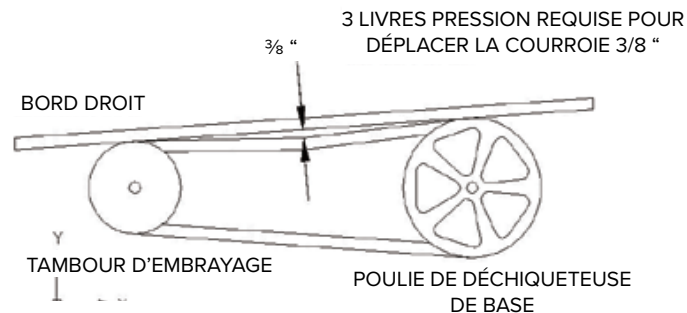

Fig. 1
La courroie de votre déchiqueteuse doit fléchir de $\frac{3}{8}$ po (9.5 mm) sous une pression de trois livres, comme illustrés à la fig. 1 ci-dessous. Si ce n'est pas le cas, ajustez selon les instructions suivantes.
3. Serrez ou desserrez l'écrou jusqu'à ce que vous ayez la tension correcte comme indiqué sur la **fig. 1**.